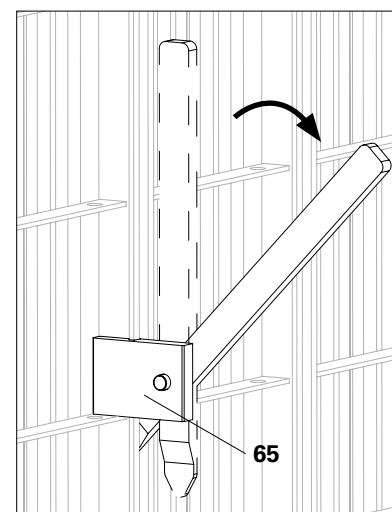

Fig. C2.08a
- In posizione iniziale, la leva si trova a 90° rispetto alla piastra. (Fig. C2.08a)
6. Ruotare lentamente e con cautela la leva verso il basso. (Fig. C2.08a)